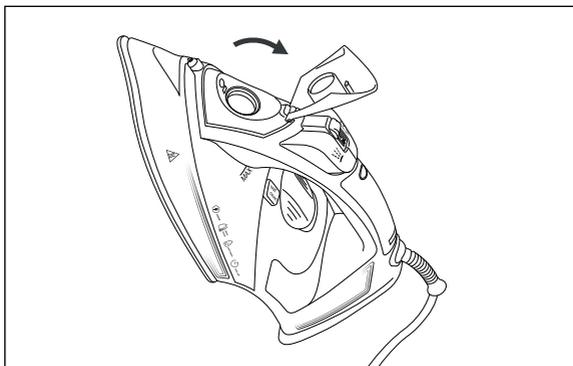

Fig. 3
- 2) Tenez le fer à repasser incliné dans la main et ouvrez le couvercle de l'orifice de remplissage du réservoir d'eau **Easy-Fill 2** (voir fig. 3).